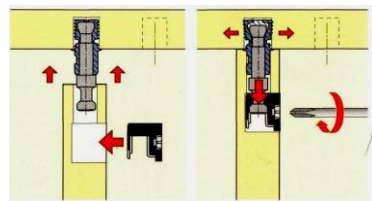

Рис.2
4. Соединить стенки вертикальные поз.3,4 со стенкой гориз.поз.8 с помощью эксцентриковой стяжки поз.011,012 - Рис.2 ;
5. Соединить стенку верт.поз.6 со стенками горизонтальными поз.8,10 и ребром жесткости поз.12 с помощью эксцентриковой стяжки поз.011,012 - Рис.2.
6. Соединить стенку верт.поз.5 со стенками гориз.поз.8 с помощью эксцентриковой стяжки поз.011,012 - Рис.2., а со стенкой вертикальной поз.6 с помощью евроинтов поз.008.
7. Соединить крышку поз.7 со стенками вертикальными поз.3,4,5,6 с помощью эксцентриковой стяжки поз.011,012 - Рис.2.